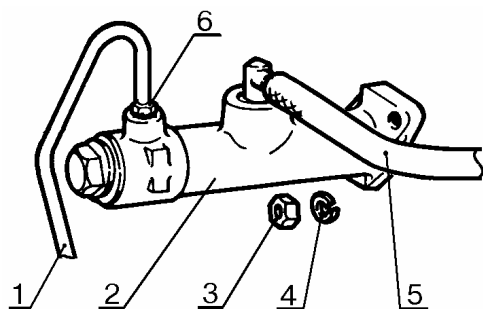

Рис. 7.
3.1 Снять главный цилиндр сцепления 2, рис. 7, с автомобиля: